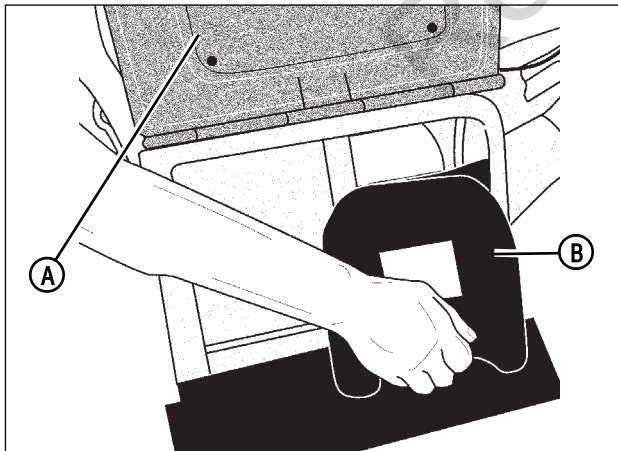

Figura 10: Desmontaje del elemento de reciclaje
1. Levante la puerta de descarga trasera (A, Figura 10).
2. Desmonte el elemento de reciclaje (B) fuera del canal de descarga trasero.